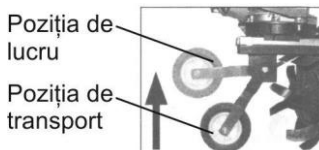

Fig. 4
- Ridicați roata de transport în poziția de lucru(Fig.4)
Pentru a deplasa utilajul, mutați roata de transport în jos (Fig.4).
Roata de transport (Fig.4) este folosită pentru a ușura transportul utilajului dintr-un loc în altul. Înaintea începerii lucrului, plasați roata pe cea mai înaltă poziție.